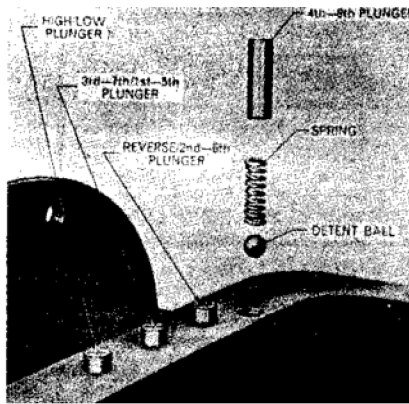

Fig. 203-View toont locatie van shift rail de-tent zuigers, veren en ballen. Plungers worden behouden door transmissie shift cover.
schacht (paragraaf 215). Raadpleeg vervolgens de geëxplodeerde weergave van het ploegenmechanisme in Fig. 201, naar de geassembleerde weergave in fig. 202 en ga als volgt verder: Verwijder de vier detentzuiters en veren (zie fig. 203) van hun boringen. Verwijder een detent bal als elke corre-sponding shift rail wordt verwijderd. Verplaats de hoog-lage schakelrail naar achteren totdat de schuifkoppeling (zie fig. 212) uit de hoofdshaft en de hoog-lage schakelvork kan worden verwijderd. Opmerking: Raadpleeg bij een late productietransmissie 199 of 200 en verwijder de startveiligheidsschakelaar (71) en de retainer (72) als een hoog-lage ploegenspoor (30) wordt verwijderd. Draai de rail zo dat locknut kan worden losgemaakt en de set schroef verwijderd uit hoog-lage shift vork en verwijder de vork uit de achterste opening. Draai vervolgens de rail zodat locknut kan worden losgemaakt en de setschroef kan worden verwijderd uit de connector aan de voorkant van de schacht, trek de as uit de achterkant van de behuizing en verwijder de connector en detent bal. Maak de locknuts los en verwijder de ingestelde schroeven ...